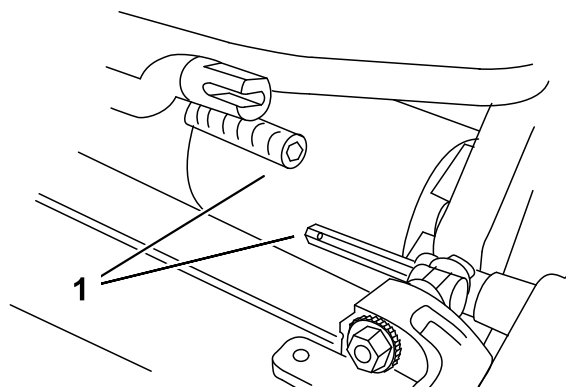

Figura 5
3. Spingete l'apparato di taglio sotto la trattrice e poi a sinistra per innestare il giunto di trasmissione (Figura 5).